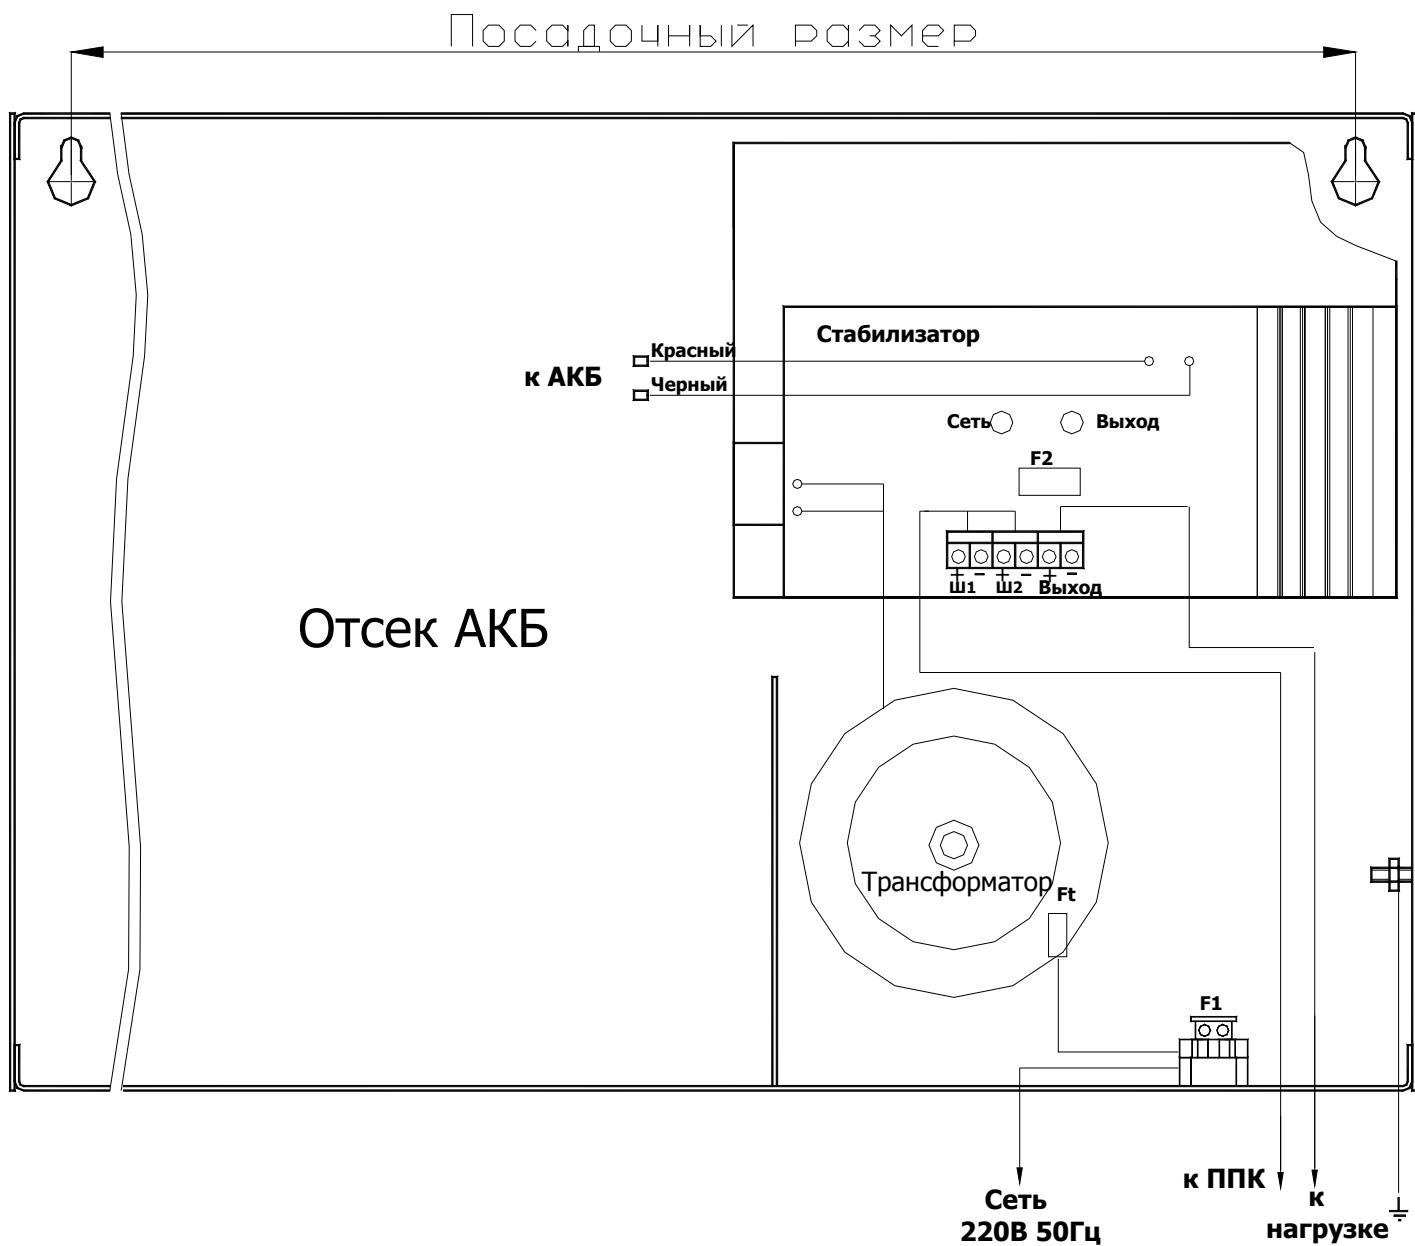

Рисунок 1 Схема подключения Блока
3.4 Заземлить корпус, подключить кабель сетевого питания к клеммной колодке «**220 В**» на корпусе блока. Схема подключения блока приведена на рисунок 1, в цепи Ш1 и Ш2 устанавливаются Рогр в соответствии с документацией на ППК или иной прибор, к которому производится подключение.